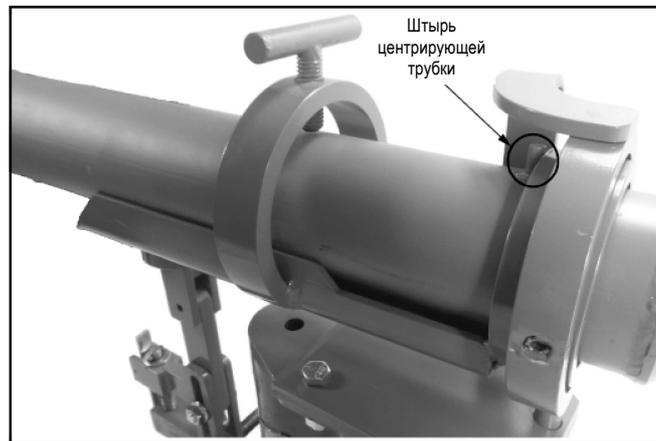

Рис. 2
Кронштейн можно регулировать по высоте на  $\pm 25$  мм, поворачивать вокруг вертикальной оси на  $360^\circ$  и регулировать угол наклона по вертикали и горизонтали на  $\pm 7^\circ$ . Поскольку расположение кронштейна относительно монтажной пластины имеет решающее значение для правильного использования кронштейна, в комплект поставки горелки включена центрирующая трубка, обеспечивающая точное моделирование положения горелки (см. рис. 2).
3. Установите в кронштейн центрирующую трубку, убедившись, что закрепленный в ней штифт (см. рис. 2) соприкасается с кольцом карданного подвеса. Центрирующая трубка позволит воспроизвести положение горелки и получить правильное рабочее расстояние, необходимое для сохранения герметичного соединения между сферическим наконечником горелки и монтажной пластиной во всем диапазоне угловых регулировок при установке горелки.